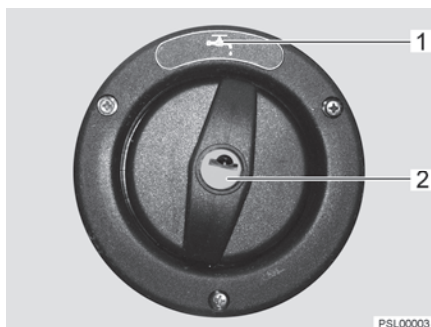

Bild 109 Lock för påfyllningsöppningen för dricksvatten
Påfyllningsöppningen för dricksvatten är märkt med symbolen "🚰" (Bild 109,1). Locket låses och låses upp med nyckeln till de utvändiga låsen (utvändiga luckorna).
- Stick in nyckeln i låscylindern (Bild 109,2) och vrid ett kvarts varv moturs.
- Öppna påfyllningsöppningen för dricksvatten (Bild 109).